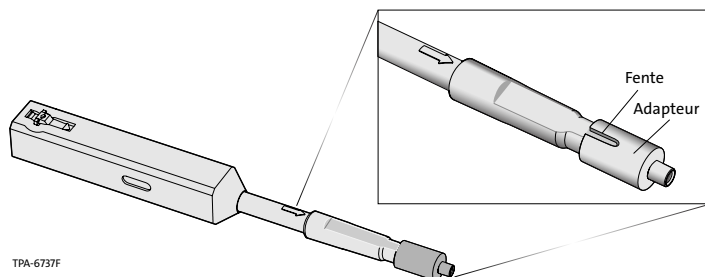

Figure 2
Étape 1: S'il n'a pas encore été installé, placer le petit adaptateur rond à l'extrémité de l'outil (Figure 2).